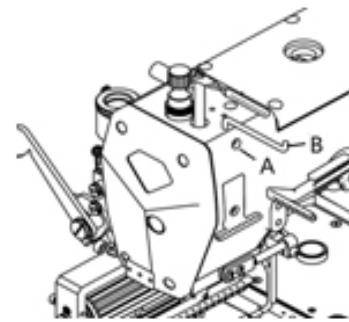

图 10
- 针线导杆调整 (图 10) Thread Guard Adjusting (picture10)